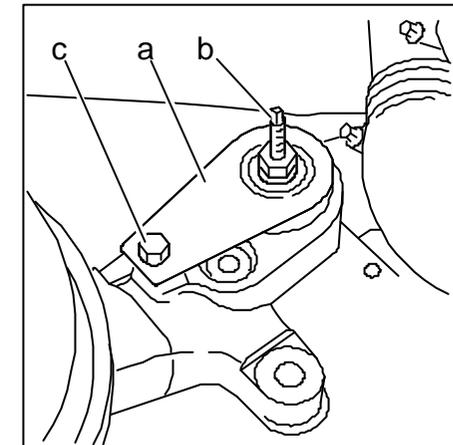

Fig. 6
- ☞ Poser un joint d'étanchéité neuf sur le levier (Rep. **a**, Fig. 6).
- ☞ Positionner le levier sur la barre de manière à pouvoir faire prendre la vis (Rep. **b**, Fig. 6) de l'outil 4606-TH2.
- ☞ Mettre en place l'outil (Rep. **b**, Fig. 6).
- ☞ Poser la vis (Rep. **c**, Fig. 6) et serrer au couple :